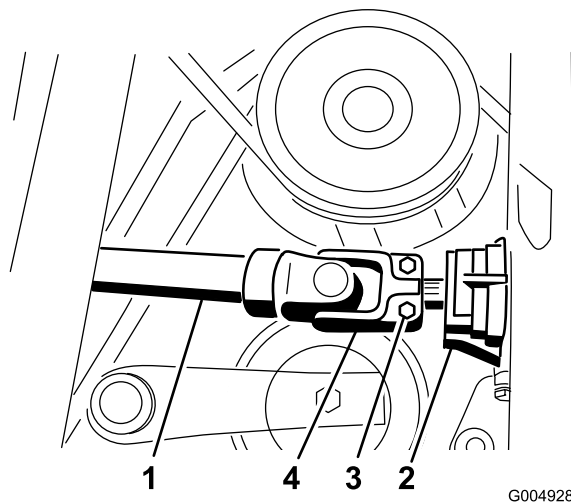

Figura 99
14. Rimuovete il perno a rullo e allentate le 2 viti a testa cilindrica che fissano l'albero di trasmissione all'albero della scatola degli ingranaggi (Figura 99).